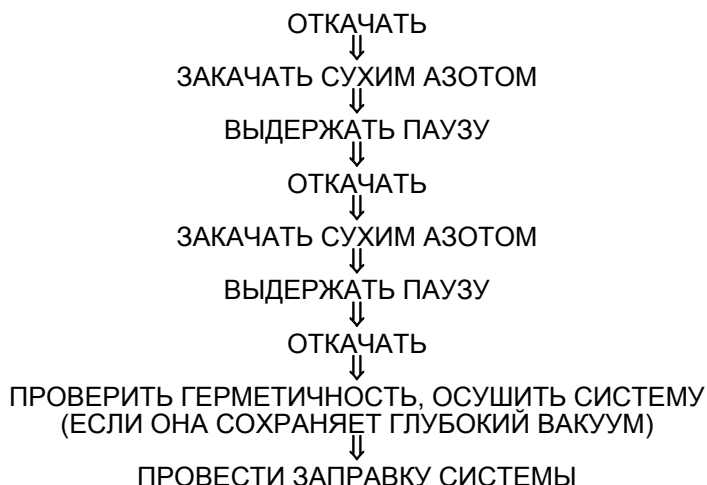

Рис. 8 — Метод тройной откачки
См. Рис. 8 и действуйте согласно приведенному порядку операций.
5. Повторите эту процедуру, как указано на Рис. 8. После этого в системе не будет загрязнителей и водных паров.